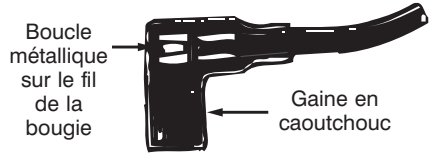

Figure 7
- Branchez le fil de la bougie sur cette dernière. Si une gaine en caoutchouc recouvre l'extrémité du fil de la bougie, assurez-vous que la boucle métallique, au bout du fil de la bougie (dans la gaine en caoutchouc), est bien fixée sur l'embout métallique de la bougie. Voir la figure 7.